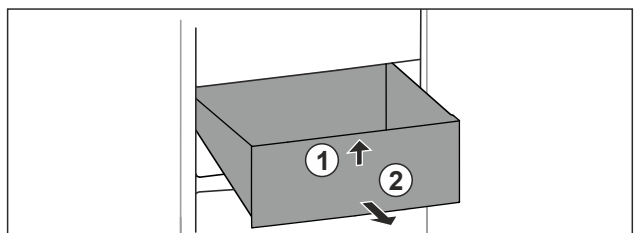

Fig. 92
- Nadzvedněte zásuvku vpředu. Fig. 92 (1)
- Vyjměte zásuvku dopředu. Fig. 92 (2)